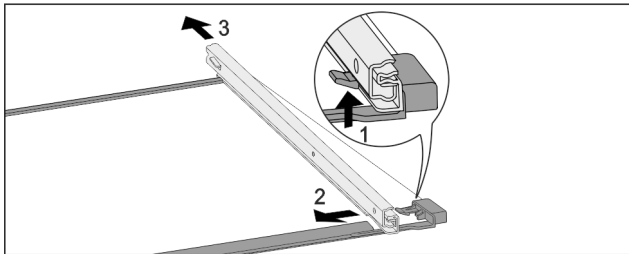

Fig. 168 Glasplaat met rails
- ▶ Voorste vergrendelhaak naar boven duwen. Fig. 168 (1)
- ▶ Uitschuifrail naar de zijkant Fig. 168 (2) en naar achteren Fig. 168 (3) wegschuiven.